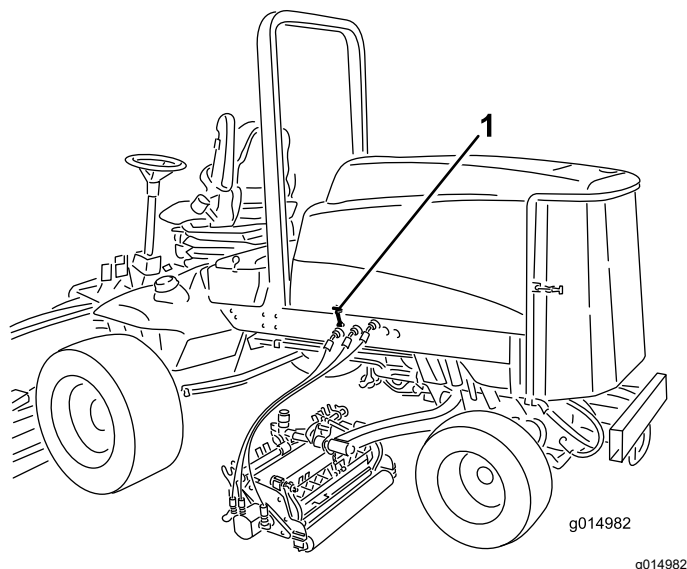

Figure 32
2. Déverrouillez les loquets du capot et ouvrez le capot (Figure 32).